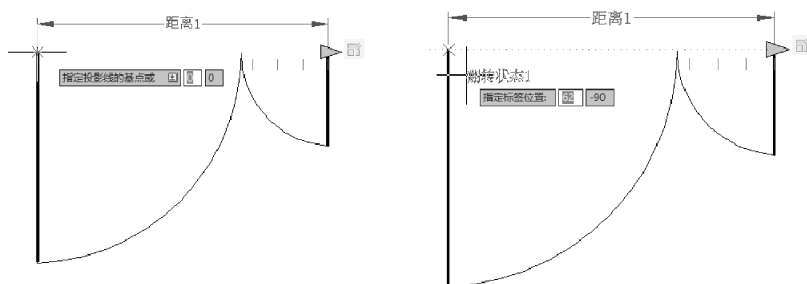

图 6-55 添加“翻转”参数
8) 在“块编写”选项板中单击“参数”选项卡→“翻转”参数按钮  翻转，根据提示指定“子母门”的左上角和右上角作为翻转投影线的基点和端点，并指定参数标签的放置位置，如图 6-55 所示。